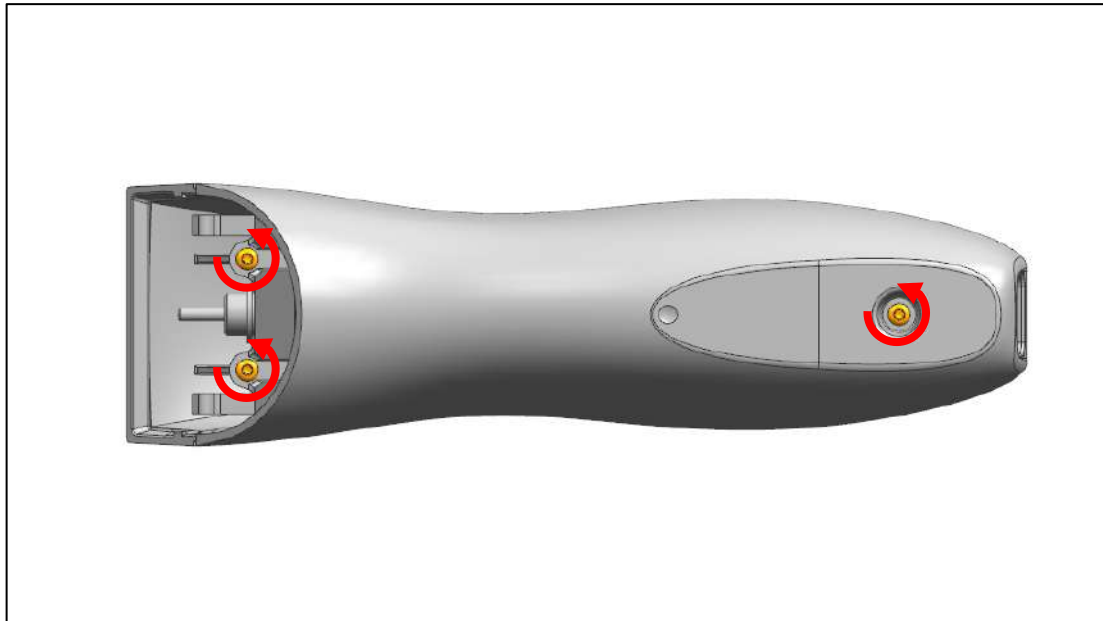

Abb. 5
- a) Lösen Sie die drei markierten Schrauben. Verwenden Sie hierzu einen Torx-7-Schraubendreher (Abb. 5).